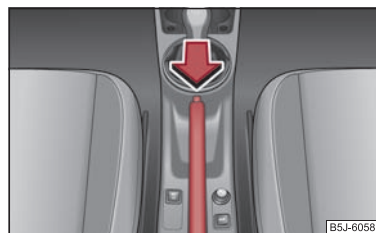

Abb. 95 Mittelkonsole: Handbremse
- Ziehen Sie den Handbremshebel etwas hoch und drücken Sie **gleichzeitig** den Sperrknopf ⇒ Abb. 95 hinein.